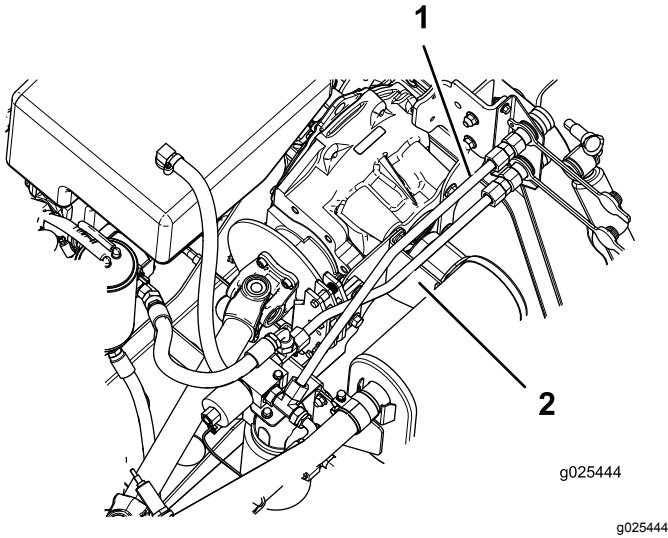

Figura 10
1. Sujete provisionalmente el tubo hidráulico rígido inferior al acoplamiento rápido inferior y al acoplamiento en T trasero del distribuidor (Figura 10).
2. Conecte provisionalmente el tubo hidráulico rígido superior al acoplamiento rápido superior y al acoplamiento en T lateral del distribuidor (Figura 10).